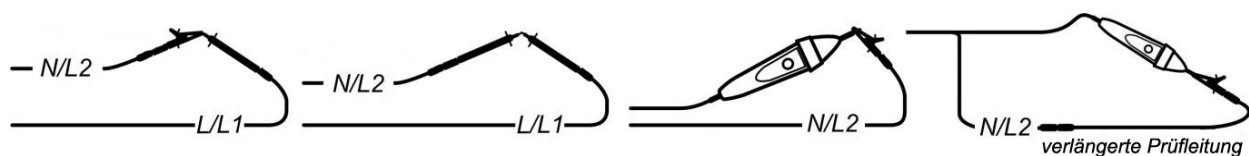

Abbildung 5.13: kurzgeschlossene Prüfleitungen
- ☐ Schließen Sie die Prüfleitungen an das Prüfgerät und schließen Sie die Prüfleitungen kurz (siehe Abbildung 5.13).